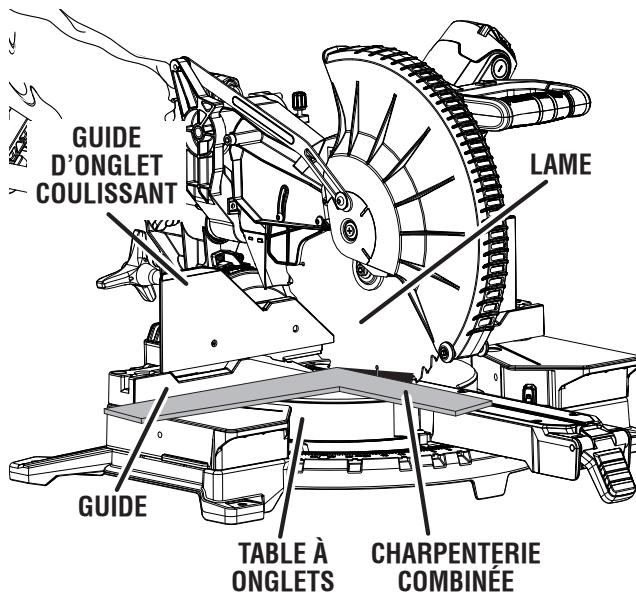

Fig. 20
- Des réglages seront requis si le bord avant ou arrière des angles de la lame sont éloignés de l'équerre, comme illustré aux figures 20 et 21.